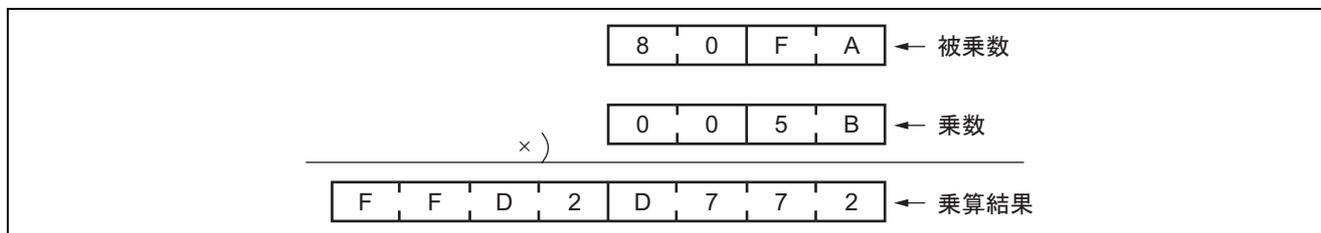

図 2 上位ビットを使用しない場合の乗算例
1. 図 2 のように上位ビットを使用しない場合は, 使用しない上位ビットに"0"を設定してください。"0"を設定していない場合, 上位ビットに設定されている不定のデータを含めて乗算されるため, 正確な乗算結果は得られません (ここでの上位ビットは符号ビットを含みません)。